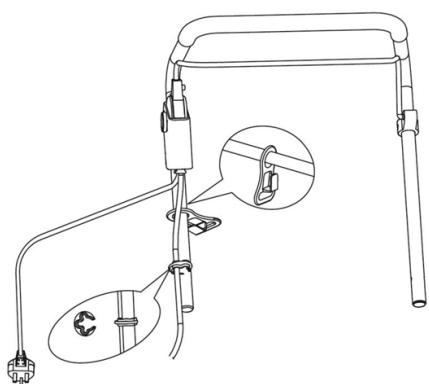

Fig.8
106. Ligar e desligar (Fig. 8)
O botão de segurança (1) engata na posição. (Fig. 8)
Inclinar a pega para baixo para levantar ligeiramente a parte da frente do aparelho e reduzir o risco de danificar a relva durante o arranque. Pressionar o botão de bloqueio de segurança (1) na caixa de comando e, enquanto o botão estiver pressionado, puxar a alavanca de comando (2) na sua direção. (Fig. 8)